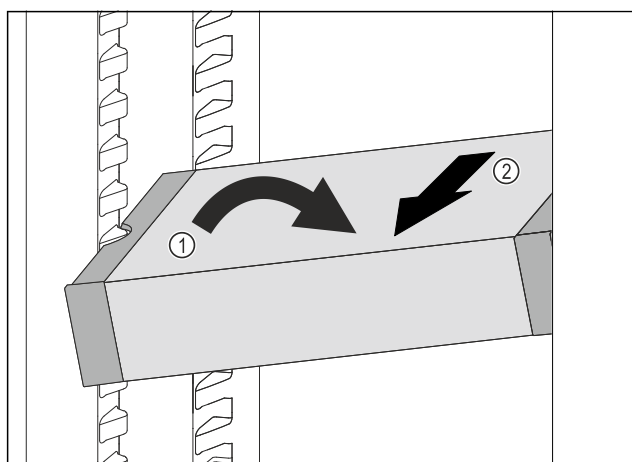

Fig. 102
- ▶ 在冷藏区中倾斜 VarioSafe。 Fig. 102 (1)
- ▶ 向前取出 VarioSafe。 Fig. 102 (2)